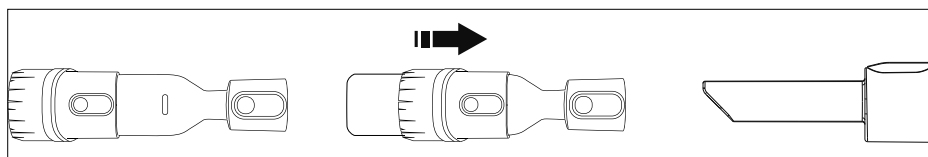

Fig. 8
- ▶ Tire de la tecla de desbloqueo del depósito para el polvo, gire cuidadosamente el depósito para el polvo para abrir el cierre de bayoneta como se muestra en la fig. 8.
- ▶ Retire el soporte del filtro (19) y vacíe el depósito para el polvo en un cubo de basura.
- ▶ Retire el soporte de filtro (19) y el filtro HEPA que contiene (20).